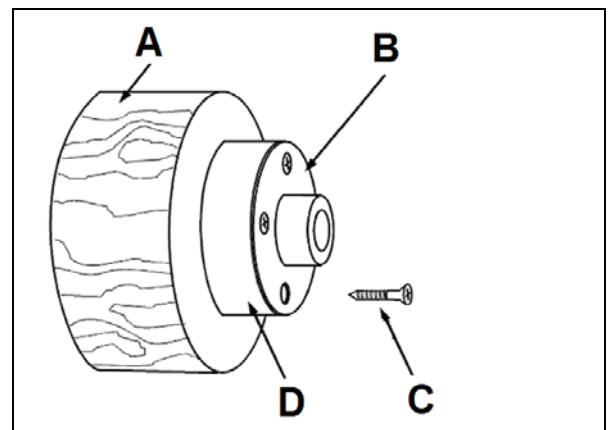

Fig 24
Befestigen Sie das Werkstück (A, Fig 24) mit 4 Holzschrauben (C) direkt an der Aufspannscheibe. Seien Sie vorsichtig bei der Schraubenwahl. Zu lange Schrauben ragen in den Zerspanungsbereich und zu kurze ergeben keine sichere Aufspannung.